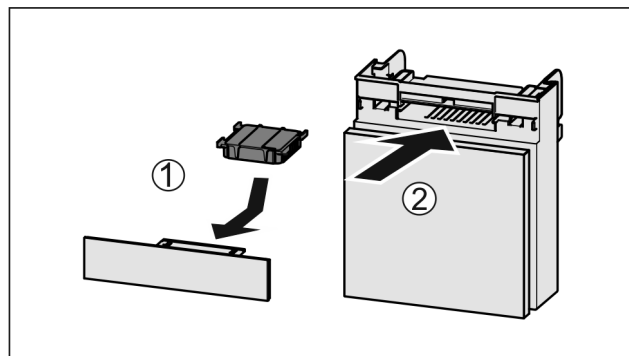

Fig. 99
- ▶ Coloque el filtro de carbón activo según se indica en la ilustración *Fig. 99 (1)*.
- ▶ Introduzca el compartimiento *Fig. 99 (2)*.